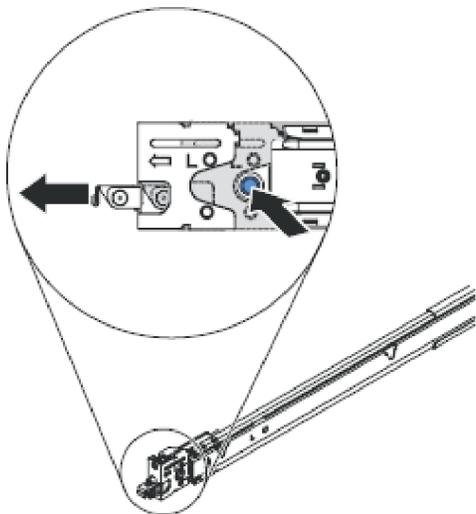

図 49. スライド・レールの前部端の準備
4. 図 49 に示すように、スライド・レールの前部端を準備します。